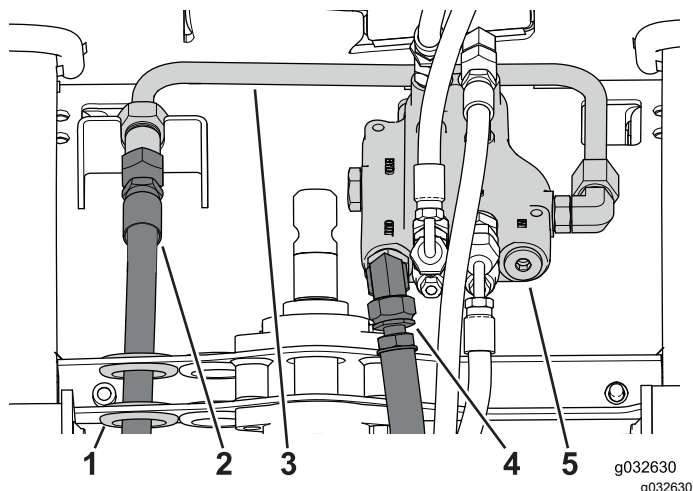

Рисунок 82
5. Проведите шланг подачи через резиновую втулку и подсоедините его к соединителю трубки (Рисунок 82).
6. Подсоедините возвратный шланг к регулируемому клапану (Рисунок 82).